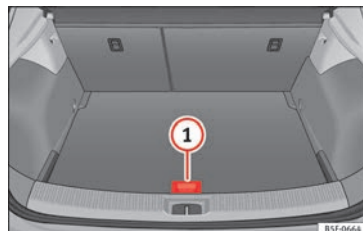

Fig. 179 Maletero: piso variable
- Levante el piso variable por el asidero » » » **fig. 179** ①, tire de él y empuje hacia el respaldo de los asientos posteriores hasta que la parte móvil del piso repose sobre el mismo.